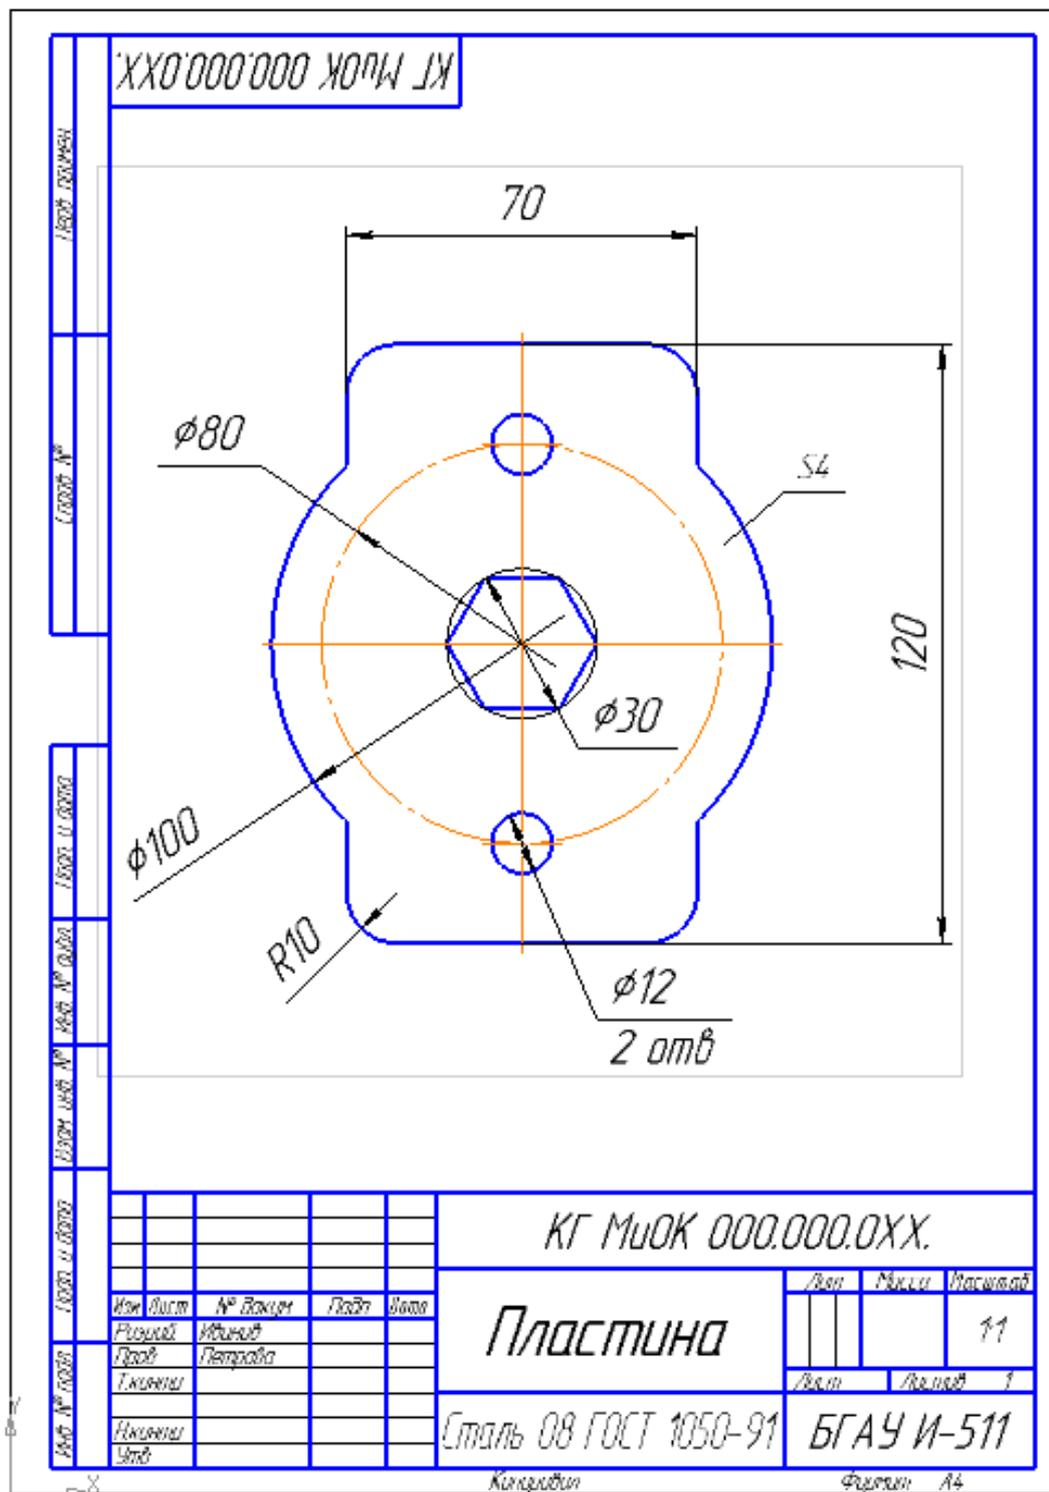

Рисунок 9.
1. Выполнить чертёж пластины в масштабе 1:1 (рисунок 9).